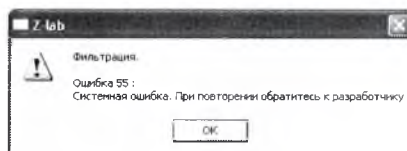

Рис. 59. Всплывающее окно с ошибкой 55.
4. При работе с программным обеспечением может возникать всплывающее окно с ошибкой 55, указанное на рис. 59.